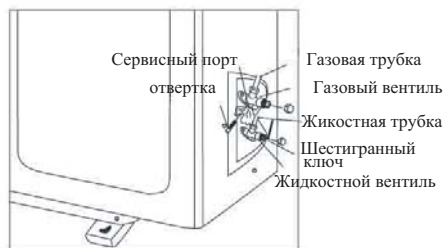

Рис. 8.13
- Отверните защитные колпачки вентилей для шестигранного ключа и колпачок сервисного порта. (Рис. 8.13)
- Шестигранным гаечным ключом отверните жидкостный вентиль. Нажмите отверткой на ниппель сервисного клапана (Рис. 8.13) после заполнения системы фреоном, отпустите ниппель и закройте вентиль.